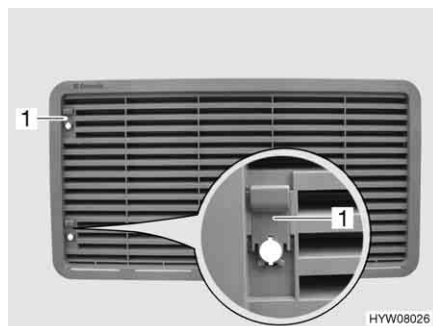

Fig. 140 Griglia di aerazione del frigorifero (con cursore)
- Spingere il cursore (Fig. 140,1) verso l'alto.